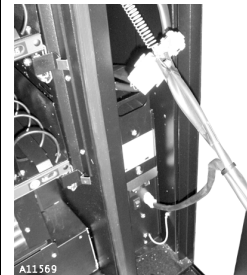

Figura 4a. Arnés de la Puerta
2. **Desconecte los arneses de la puerta** – Afloje la tuerca y el tornillo que une el resorte del arnés a la puerta del arnés y desenganche el resorte del arnés. Desconecte el arnés de la puerta. Desconecte el arnés del calentador de la puerta de vidrio del panel de energía. (Ver Figura 4a)
7. **Conecte los arneses de la puerta** – Conecte el arnés del calentador de la puerta de vidrio al panel de energía. Conecte el arnés de la puerta al arnés del gabinete. Enganche el resorte del arnés al perno y apriete la tuerca. Ver Figura 4a.